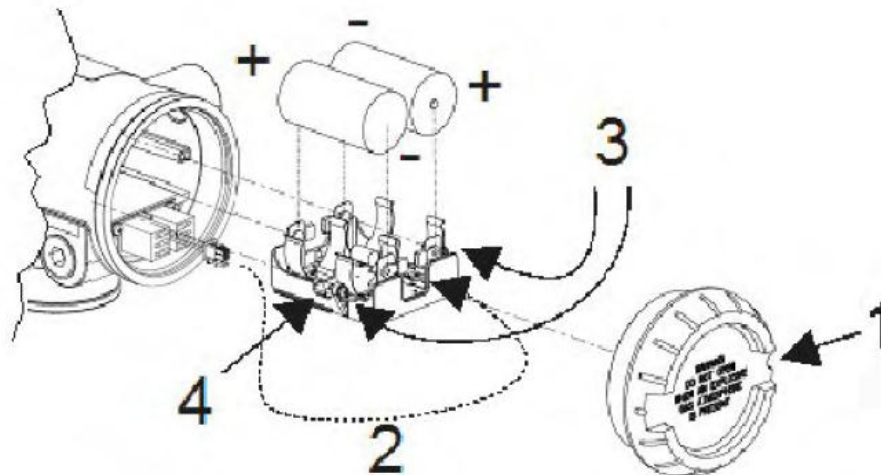

Figura 8 – Substituição da bateria
1	Soltar o parafuso de fechamento da tampa da extremidade da bateria (extremidade oposta do visor). Ver item 1, na Figura 8. Desparafusar e remover a tampa da extremidade.
2	Usando o dedo polegar e o dedo indicador, pressione o conector nas extremidades superior e inferior para soltar o mecanismo de travamento e, em seguida, puxar para desconectar. Ver item 2, na Figura 8.
3	Soltar os dois parafusos de retenção do porta-bateria (mais perto das baterias). Ver item 3, na Figura 8. Esses parafusos são prisioneiros.
5	Remover as baterias antigas do porta-bateria. Se necessário, forçar as baterias para fora usando um chave de fenda como alavanca nas fendas laterais do porta-bateria. Ver item 4, na Figura 8.
- 1 Soltar o parafuso de fechamento M3 da tampa da extremidade (extremidade oposta do visor). Ver item 1, na Figura 8. Desparafusar e remover a tampa da extremidade.
- 2 Usando o dedo polegar e o dedo indicador, pressione o conector do módulo de alimentação nas extremidades superior e inferior para soltar o mecanismo de travamento e, em seguida, puxar para desconectar. Ver item 2, na Figura 8.